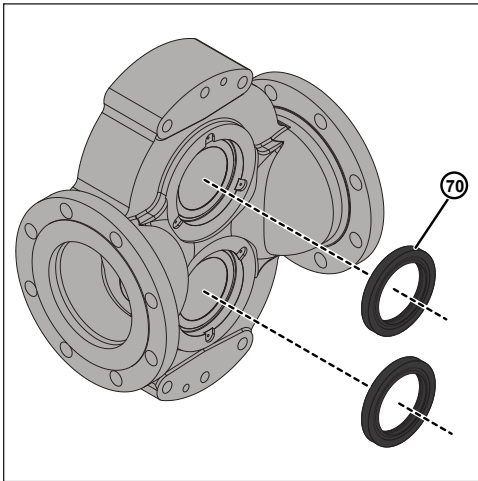

Abbildung 117 - Gleitringdichtungen montieren
3. Installieren Sie die Lippendichtungen (70) am Pumpengehäuse, wie in Abbildung 117 dargestellt. Verwenden Sie das Presswerkzeug, um fest und gleichmäßig in Position zu drücken.